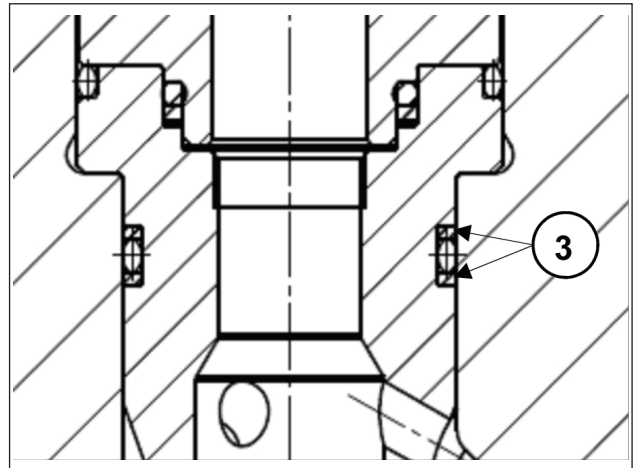

Fig. 28
- 2 Insira os grupos da válvula de aspiração e de fluxo com as relativas bússolas, verificando que estão em contato com a parte inferior do local do cabeçote. Preste muita atenção para não causar danos aos anéis anti-extrusão das bússolas (Fig. 28, pos. ③); para um correto posicionamento e ajuste dos anéis nos respectivos lugares, conforme o seguinte: